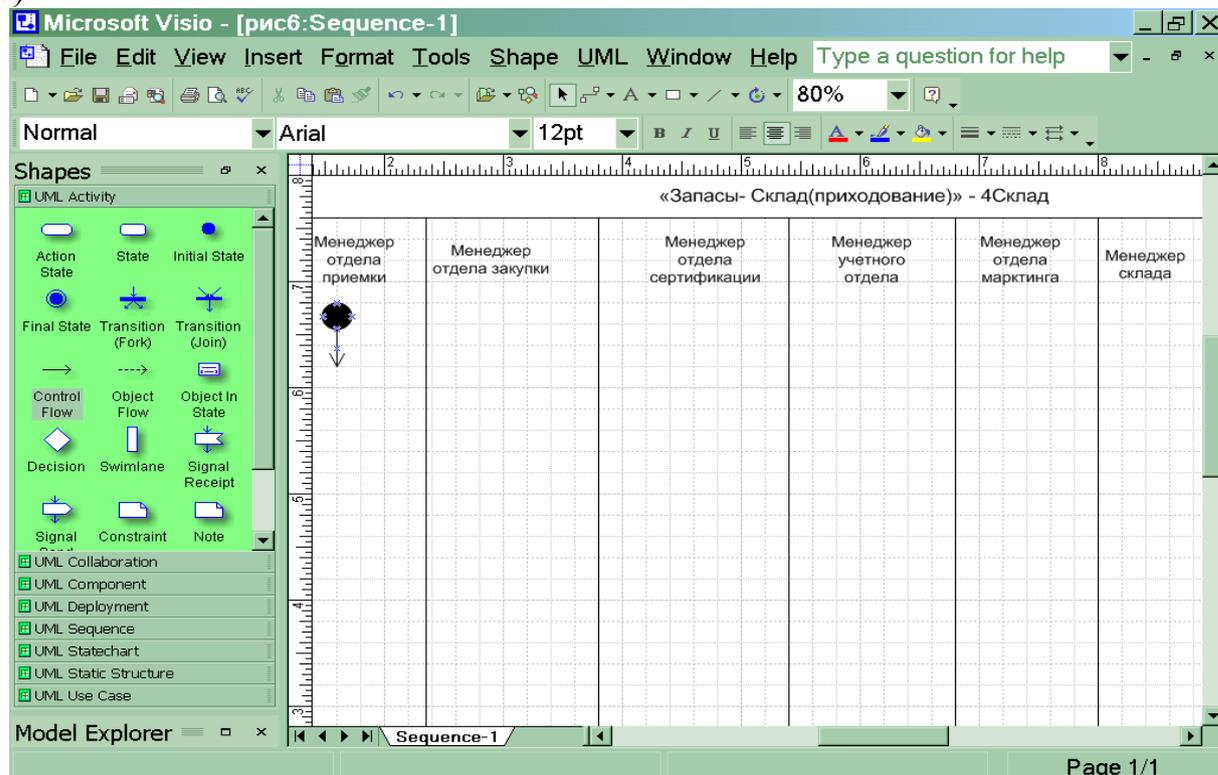

Рис.6 Подготовительная стадия для изображения диаграммы действий
8. Обозначьте на диаграмме начало процесса символом ● «Initial state» в графе отведенной для изображения действий менеджера отдела приемки. (рис.6). Не забывайте, что работу с графическими формами можно осуществлять только при активированной пиктограмме с изображением стрелки на панели «Форматирование».
9. Направьте стрелку вниз от изображения начала процесса. Для этого перенесите с формы UML Activity изображение стрелки  (Control Flow) (Рис.6).